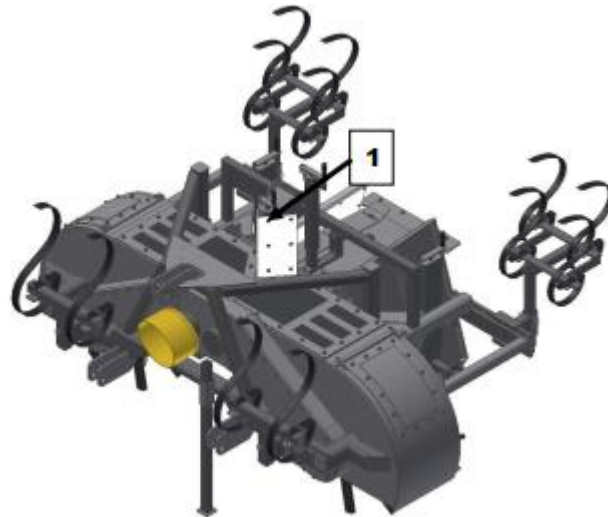

**Figure 3 : Possibilités de réglage du butteur**
- La hauteur des roues d'appui (figure 3 pos. 5) peut être réglée en continu.
- La largeur de la butte en bas peut être réglée en continu au moyen de broches de réglage (figure 3, pos. 4).
- En haut, la largeur de la butte peut être modifiée en déplaçant les points de rotation (figure 3, pos. 1).
- La broche de réglage (figure 3, pos. 6) permet de régler la hauteur de la butte en continu. Le réglage de la broche modifie également la largeur supérieure de la butte. Une modification de la hauteur de la butte par cette broche n'a aucune influence sur la pression de la butte.
- La broche (figure 3, pos. 2 et 3) permet de régler la pression du buttage.
3. Régler la hauteur de buttage souhaitée à l'aide de la broche (figure 3 pos.6)
4. Régler la largeur de buttage souhaitée, en déplaçant éventuellement les points de pivot (figure 3 pos. 1).
9. Une nouvelle modification de la hauteur du buttage doit maintenant être effectuée simultanément au niveau du réglage (figure 3, pos. 5) pour les roues et de la broche (figure 3, pos. 6) pour le diaphragme.